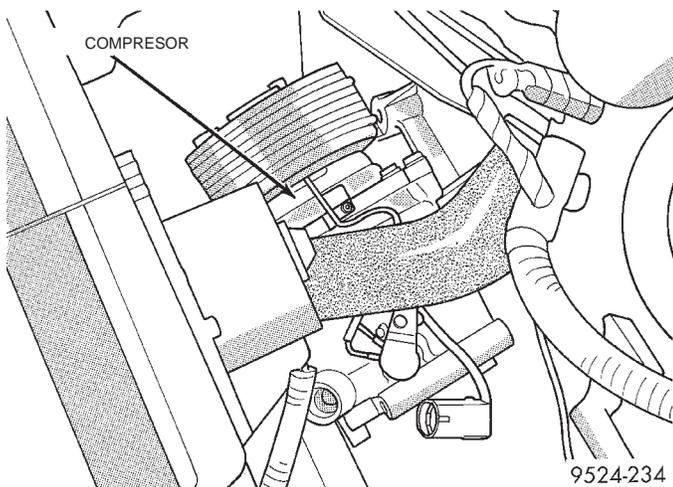

Fig. 19 Desmontaje del compresor
- (7) Retire el compresor (Fig. 19).